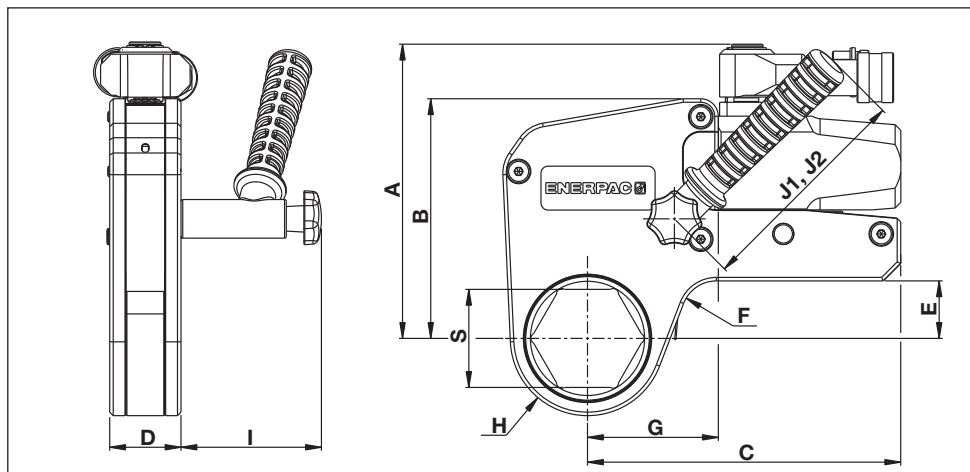

Fig. 20
6.1 Capacidades, dimensões e dados adicionais do produto (fig. 20)
6.2.1 Tabela do sistema métrico - cassetes das séries W2000X, W4000X e W8000X (veja fig. 20 para pontos de dimensões S, H e G)